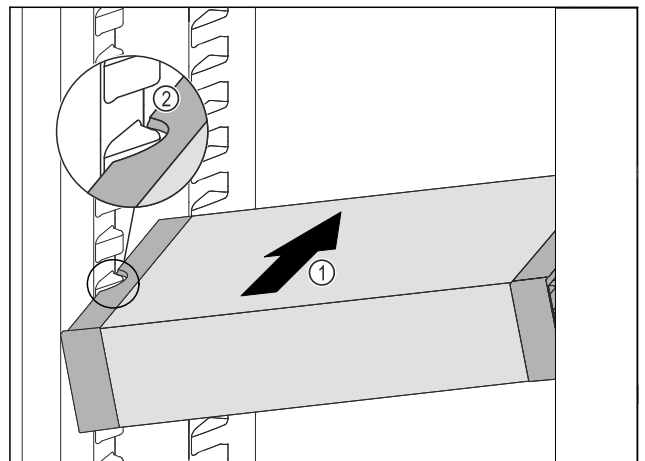

Fig. 196
- ▶ VarioSafe schräg in das Kühlteil einschieben Fig. 196 (1), bis sich die seitlichen Aussparungen Fig. 196 (2) des VarioSafes auf Höhe der Behälterrippe im Kühlteil befinden.